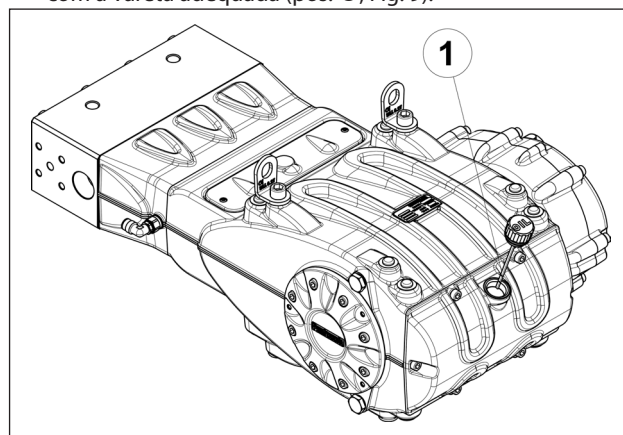

Fig. 9
5. O óleo no carter da bomba esteja no nível, verificando-o com a vareta adequada (pos. ①, Fig. 9).